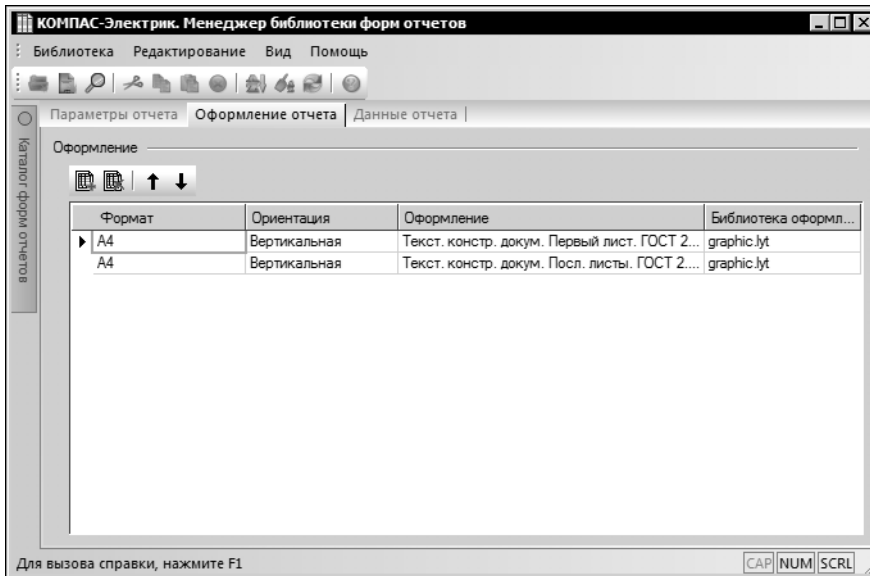

Рис. 14.14. Пример выбора стиля оформления листов отчета
9. Для второго листа выберите оформление *Текст. констр. докум. Посл. листы ГОСТ 2.104-2006* (рис. 14.14).